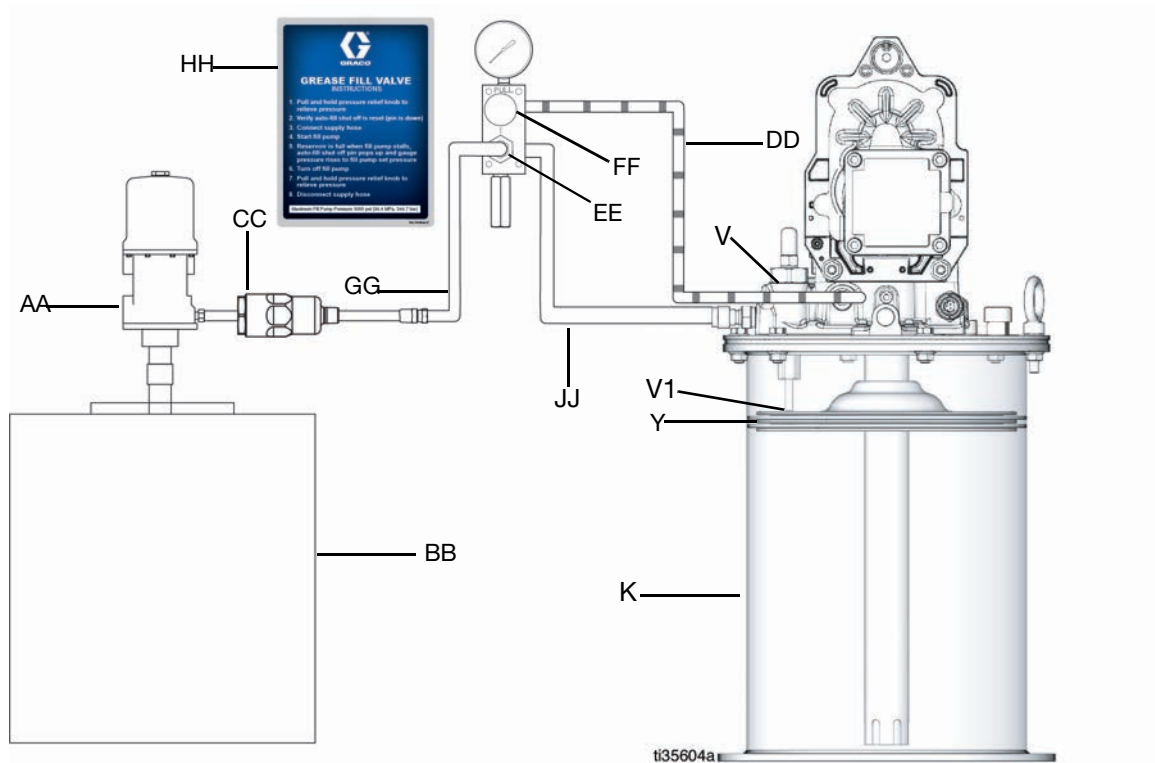
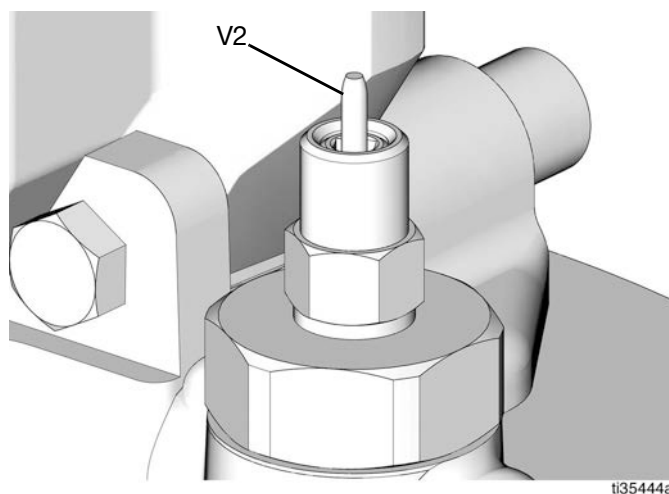

Fig. 16
FIG. 20
4. Conecte la manguera de suministro (JJ) entre la bomba de la estación de llenado remoto (AA) y el puerto del acoplador de llenado (FC) marcado con «I» (FIG. 16).
5. Ponga en marcha la bomba de la estación de llenado remoto (AA).
6. Cuando el tanque (K) esté lleno:
- La bomba de la estación de llenado remoto (AA) se para en presión (deja de aplicar presión),
- El pasador de la desconexión de llenado automático (V2) emerge, (FIG. 20),
7. Apague la bomba de la estación de llenado remoto (AA) (FIG. 16).